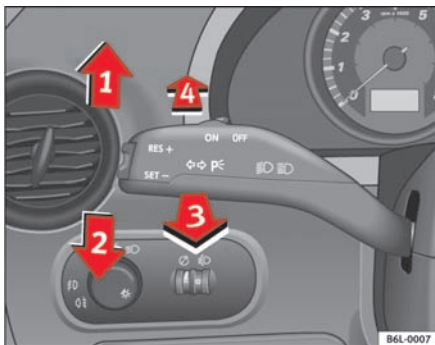

Fig. 59 Blink- og fjernlysarm
- Skub armen helt op ⇒ fig. 59 ① for at blinke mod **højre** og helt ned ② for at blinke mod **venstre**.
- Skub armen fremad ⇒ fig. 59 ④ for at tænde fjernlyset.